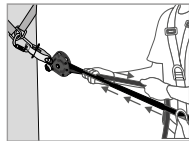
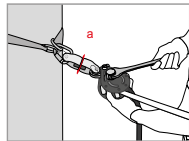

Fig 3
Fig 4
Após a instalação da linha de vida, a tensão deve ser pré-regulada, puxando manualmente a corda (lado do nó de extremidade—Fig. 3). Automaticamente, o came (8) e a alavanca do came (4) devem entrar em contacto com as cordas. Baixe a alavanca do came (4) e, com recurso a uma chave adaptada, aplique tensão sobre o eixo de regulação da tensão (1) até que a anilha do indicador de tensão (a) colocada no indicador de tensão (2) rode facilmente (Fig. 4). Se rodar facilmente, NÃO APERTE MAIS! Tal corresponderá a uma pré-tensão da linha de cerca de 0.5 kN. Durante a utilização, verifique regularmente a tensão (rotação da anilha do indicador de tensão) e ajuste conforme necessário, de acordo com as instruções abaixo.